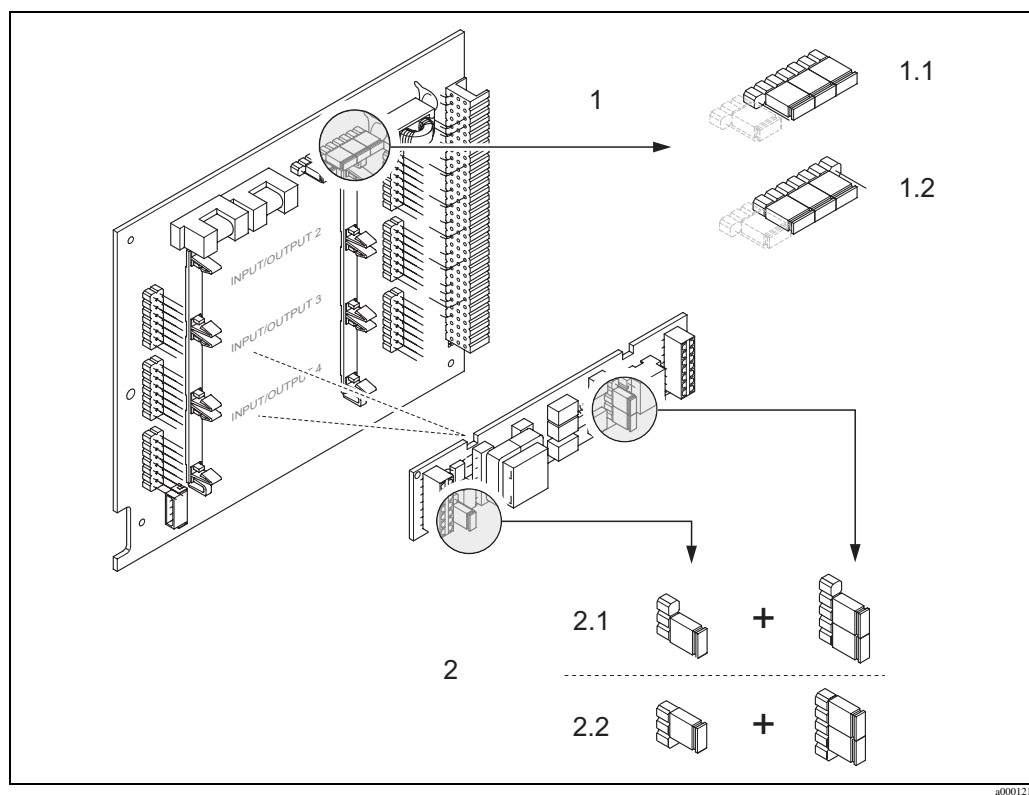

Fig. 36: Configurando as saídas de corrente com a ajuda dos comutadores (Placa I/O)
3. Fixar os comutadores. → Fig. 36